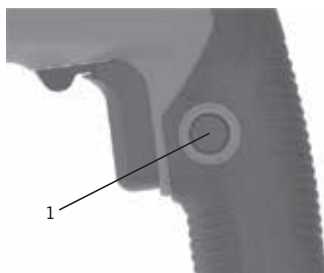

Fig. 5
Le dispositif de verrouillage de l'interrupteur à gâchette permet de verrouiller la gâchette en position Marche (ON) à plein régime pour pouvoir utiliser l'outil sans interruption pendant une période prolongée, s'il y a lieu (Fig. 5).